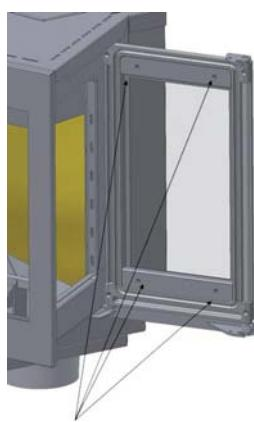

Abb. 7 Enfernen der Glasstreifen
- Entfernen Sie die Glasstreifen an der Innenseite der Tür (siehe Abb. 7).